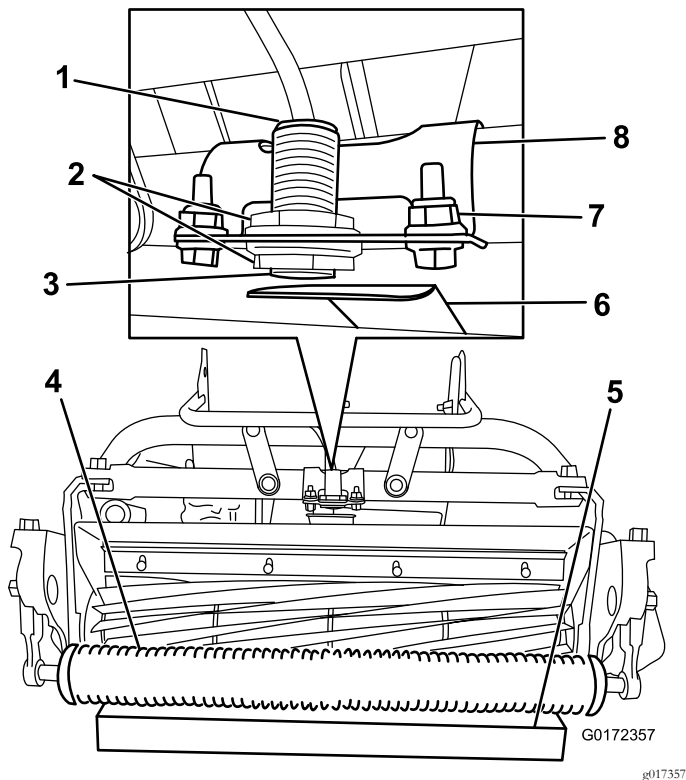

Bild 18
2. Lösen Sie die Klemmmuttern am Sensor und stellen Sie den Sensor so ein, dass ein Gewinde unter der unteren Klemmmutter sichtbar ist (Bild 18).
4. Stellen Sie einen 3,8 cm dicken Block unter die Rolle an der Frontschneideinheit (Bild 18).
5. Lösen Sie die Befestigungen, mit denen die Sensorhalterung am Rahmen befestigt ist (Bild 18).
8. Drehen Sie die Sensorhalterung zur Zielplatte, bis die Lampe oben am Sensor aufleuchtet (Bild 18). Wenn sie bereits aufleuchtet, drehen Sie sie von der Zielplatte weg, bis sie ausgeht; drehen Sie sie dann in umgekehrter Richtung, bis sie wieder aufleuchtet.